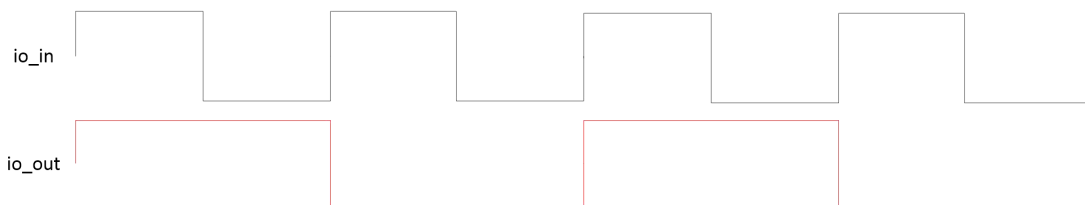
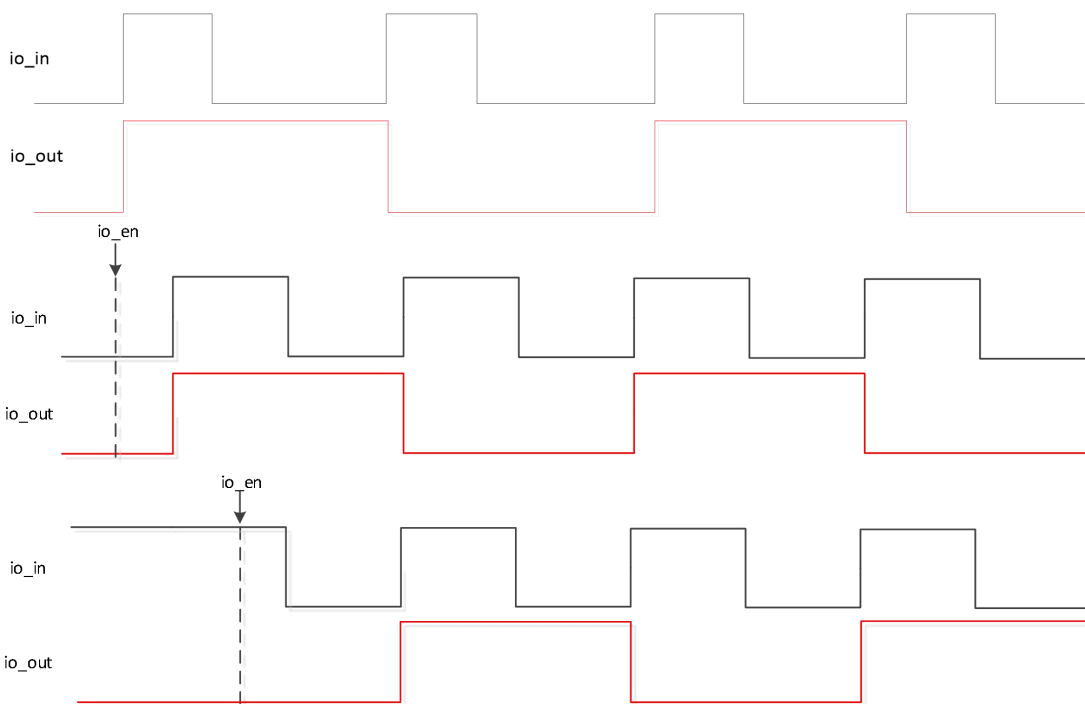
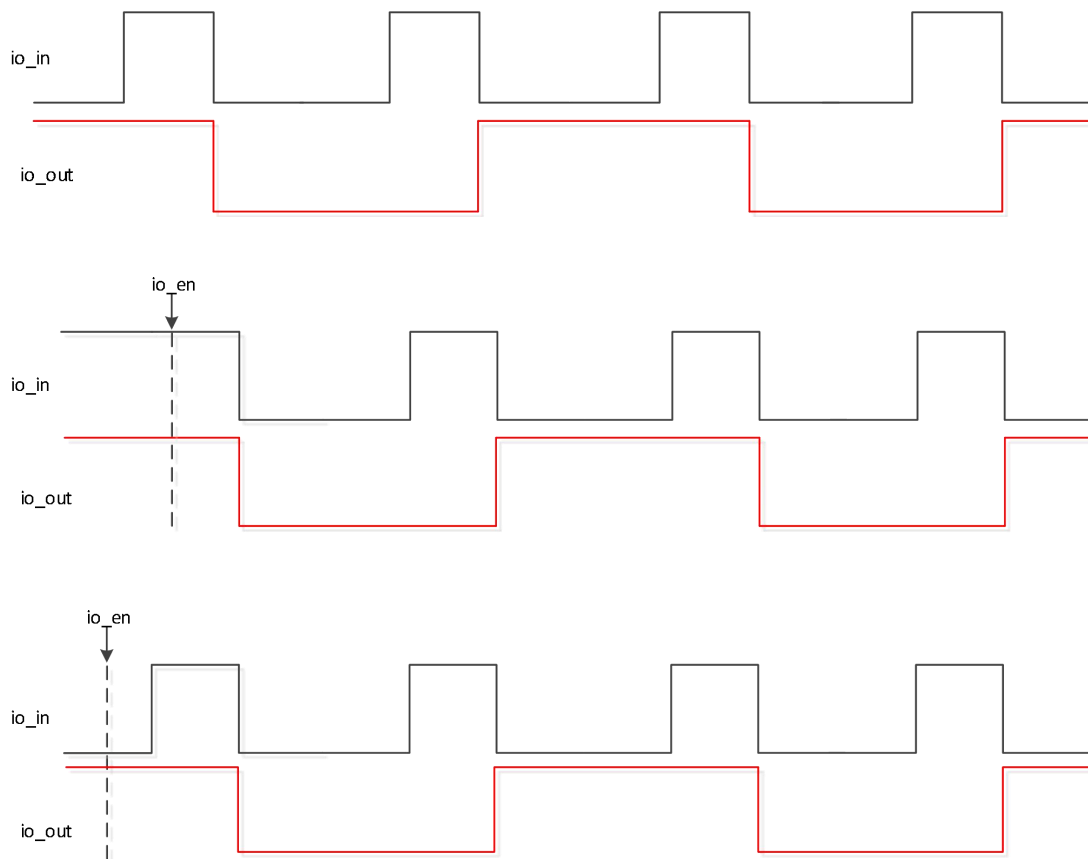

图 18 (n+1) 分频
图 19 上升沿对齐
图 20 下降沿对齐
- io_in 为均匀周期分布时，偶数分频后 io_out 保持等 duty 波形，如图 18，图 19，图 20 所示